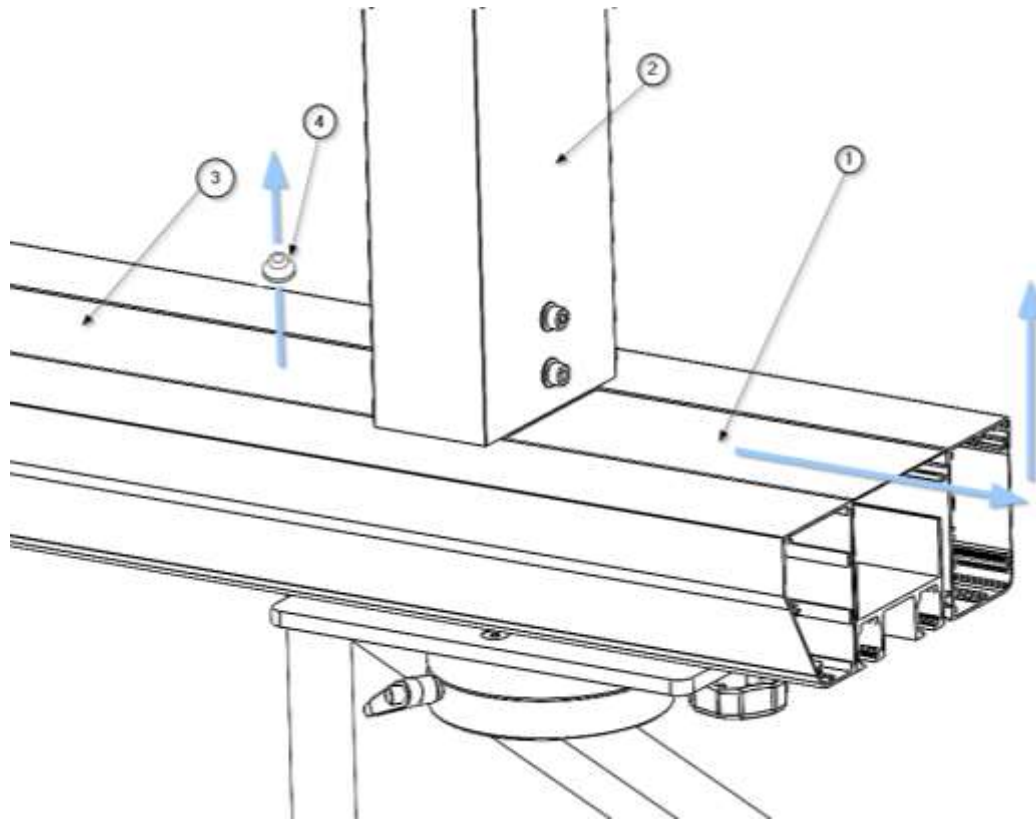

Fig. 10 Verwijderen van afdekkingen van het hoofdedeelte
- Verplaats nu met uw handen de bovenste afdekkingen van het hoofdedeelte ① die zich het dichtst bij de zijden bevinden waar druk op staat, eerst in de richting van het hoofdedeelte en, zodra u de afvoer ② hebt gepasseerd, naar boven. Zie afbeelding 10.